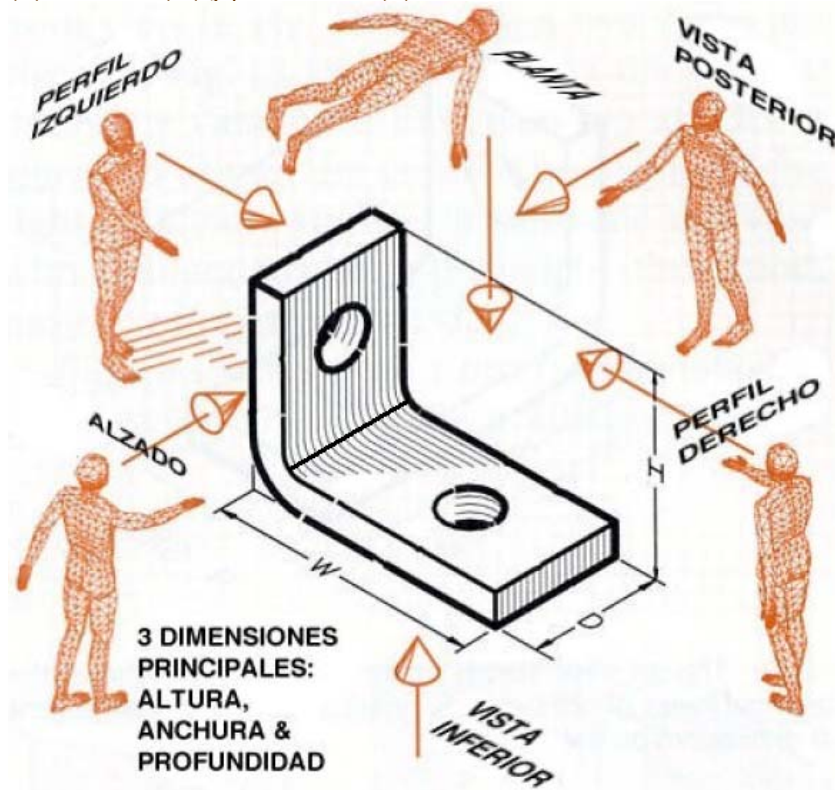

Fig. 11. Seis vistas según la posición del observador.
El número máximo de vistas principales de una pieza que se pueden dibujar en la Proyección Ortográfica son igual a seis, según la posición del (Fig.11). En cada vista vemos dos de las tres dimensiones de altura (H), anchura (W) y profundidad (D).